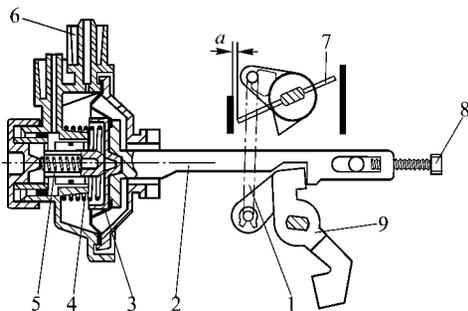

图 5-41 冷起动第二阶段
② 冷起动第二阶段。如图 5-41 所示, 发动机起动后, 随着混合室内的压力进一步下降, 输送的混合气浓度也将大大提高。为了防止过浓, 在真空度的作用下, 拉下单元通过膜片、膜片拉杆、阻风门摇臂和阻风门拉杆将阻风门稍稍打开, 5—调节阀弹簧; 6—接至化油器下体的真空管; 7—阻风门; 8—膜片拉杆止动螺钉; 9—阻风门摇臂